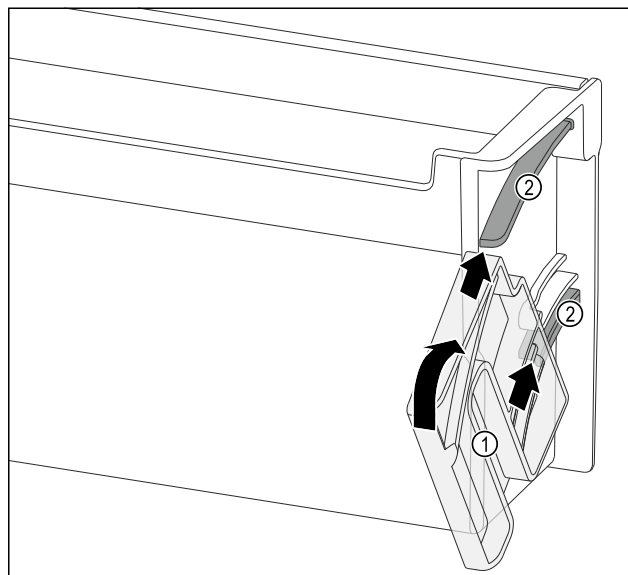

Fig. 148
- Positionner l'unité de rotation Fig. 148 (1) de manière à placer les évidements exactement en face des canaux de guidage Fig. 148 (2) du balconnet de contre-porte.
- Tourner l'unité de rotation Fig. 148 (1) dans le sens indiqué.